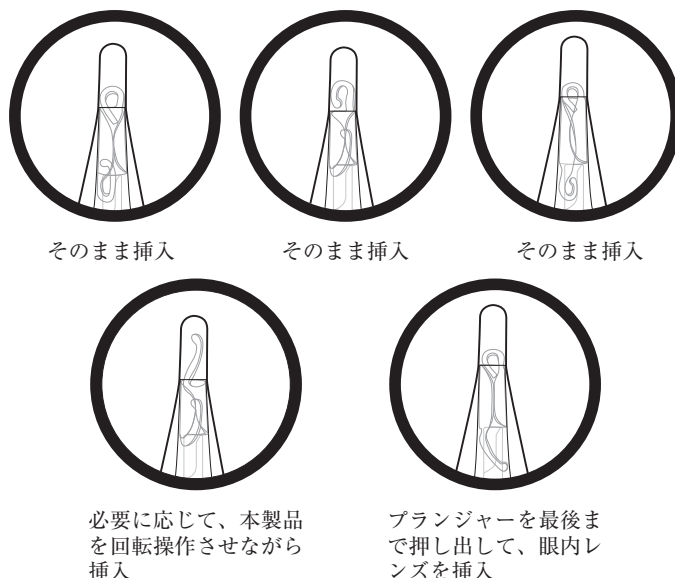

図5.
9. 光学部の前方エッジが粘弾性物質充填ラインに達するまでプランジャーを前進させたら、次に、眼内レンズの前方及び後方の支持部が正しい位置にあるか確認する。また、プランジャー先端が光学部辺縁部に接触していることを確認する。創口からの挿入に先立って、眼内レンズのどの部分も、ノズルチップ先端から外に突出しないようにしなければならない。（図5）
10. 眼内レンズが正しく装填され、支持部も適切に折り曲げられた後、製品を正しい向きに保って、創口から挿入する。ノズルチップを前囊開窓部に位置させる。プランジャーを、すべるように、一定の速さで前進させる。プランジャーを速く押しすぎると、眼内レンズの破損につながる恐れがある。眼内レンズが粘弾性物質充填ラインから、カートリッジ先端の外へ押し出されるまで、5秒以上かけてプランジャーを押して操作を行う。眼内レンズが囊内で光学部前面が上向きになるよう、必要に応じて、本製品を回転させる（図5）。プランジャーは勢いよく前進させないこと。プランジャーの前進が完了したら、一度動きを止めて、眼内レンズがプランジャーから離脱することを確認し、それから本製品を前房内から引き抜く。